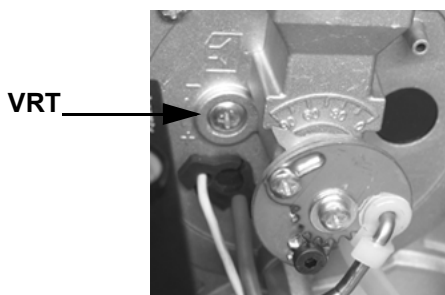
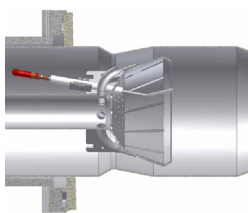
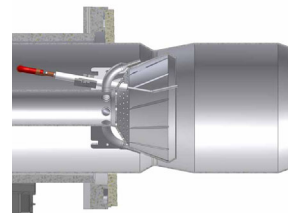

Рис. 5
Рис. 6
Рис. 7
На заводе-изготовителе голова сгорания горелки настраивается на положение максимальной мощности “MAX”. Настройка на максимальную мощность соответствует положению головы “выдвинута полностью вперед” - для стандартного типа горелок (Рис. 6) и положению “полностью назад” - для горелок с низкими выбросами NOx (Рис. 7). Установка головы в положении “полностью вперед” - подразумевает под собой ее выдвижение внутрь камеры сгорания котла, в то время положение “полностью назад” означает - в сторону оператора. Что касается работы на сниженной мощности, необходимо последовательно сдвигать голову сгорания по направлению положения “МИН”, вращая винт **VRT** (Рис. 5) по часовой стрелке.
- 7 вывести горелку в режим **малого пламени**. Чтобы изменить расход газа - расслабить винт **V1** (Рис. 7) и отрегулировать угол раскрытия дроссельного клапана, при вращении пластинки **C** (по часовой стрелке - уменьшается расход газа,, против часовой стрелки - увеличивается). Индикатор **S** указывает угол раскрытия